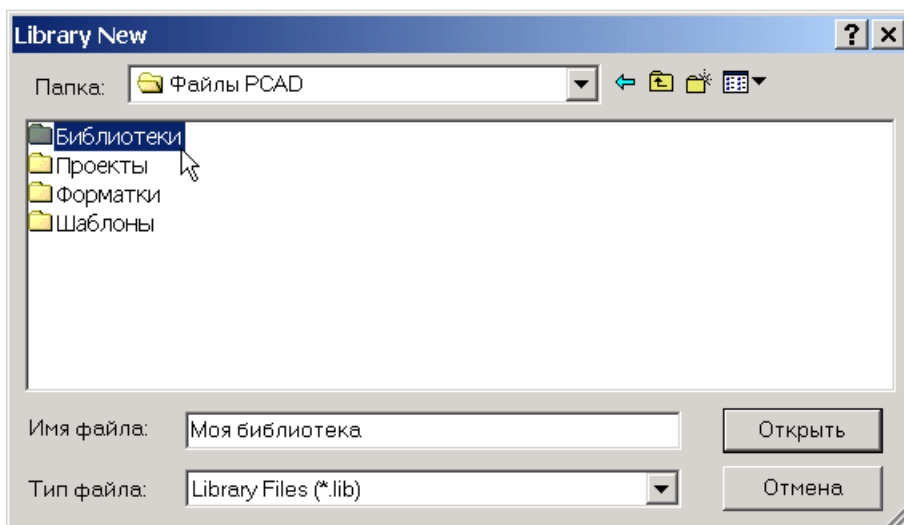

Рис. 5-2. Создание новой библиотеки
2) В меню **Library** (библиотеки) выберите команду **New** (новая). Появится панель **Library New** (см. рис. 5-2).